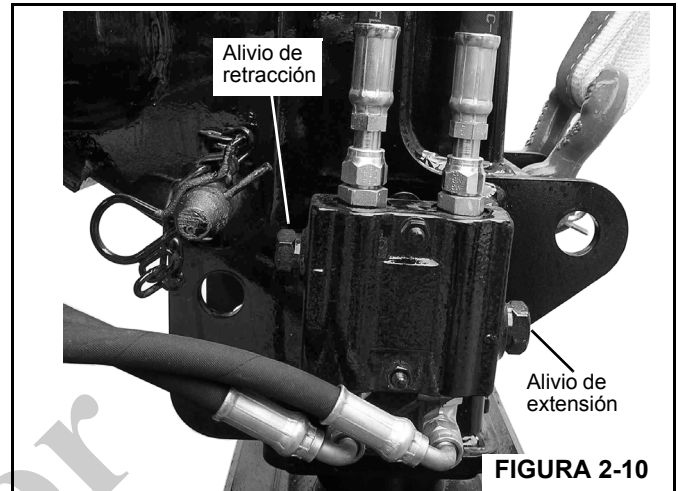

FIGURA 2-10
1. Desconecte las líneas de extensión y retracción de estabilizadores delanteros (Figura 2-10). Tape la línea de retracción e instale un medidor en la línea de extensión.